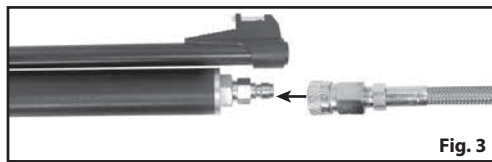

Fig. 3
- Conecte o encaixe de desconexão rápida que está na mangueira da bomba manual ao bocal de enchimento (Fig. 3).
- Conecte o encaixe de desconexão rápida que está na mangueira do adaptador ao bocal de enchimento (Fig. 3).